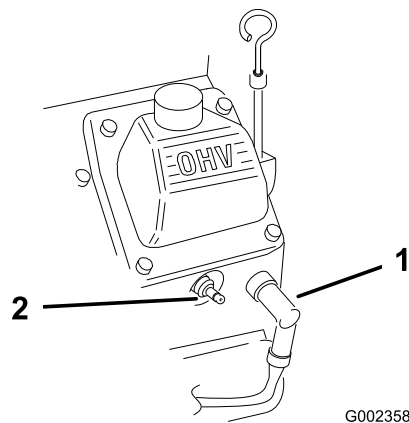

Figura 20
2. Scollegate i cappellotti dalle candele (Figura 20).